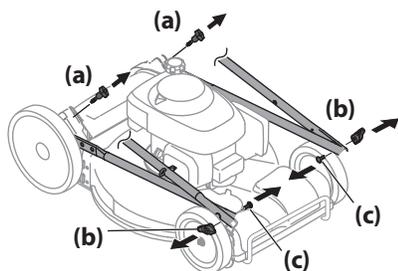

Figure 2-1
2. Retirez les boulons à oreilles (a) des supports du guidon. Voir Figure 2-1.
3. Retirez les écrous papillon (a) et les boulons de carrosserie (b) du guidon. Voir Figure 2-1. Ne desserrez pas et ne retirez pas les autres boulons qui se trouvent à proximité.